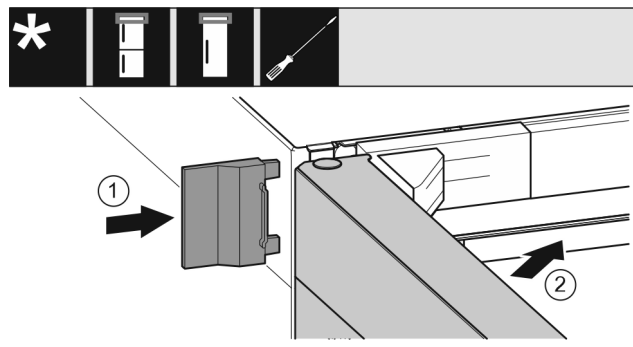

Fig. 27
- ▶ 插入外盖 Fig. 27 (1)。
- ▶ 关闭冰箱上方门 Fig. 27 (2)。